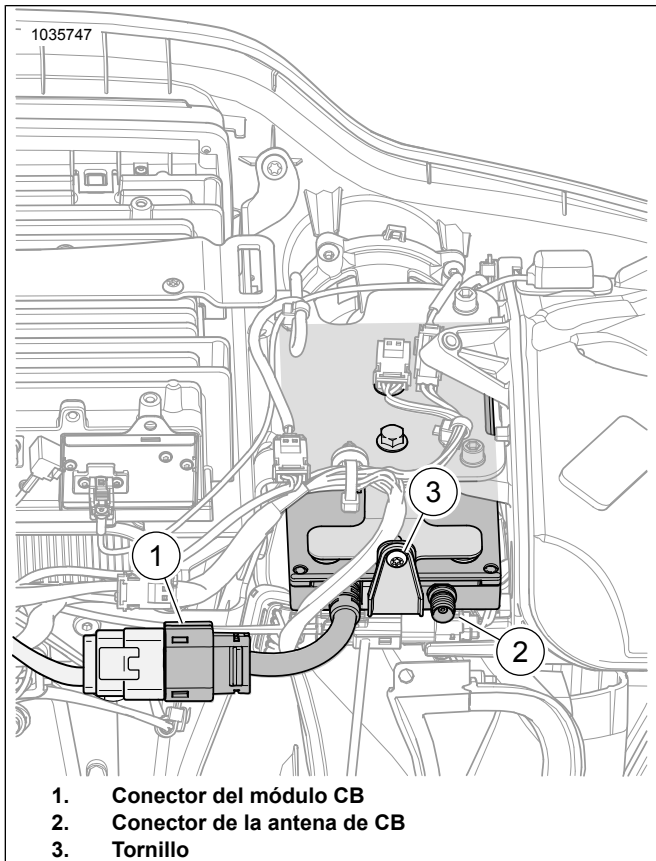

Figura 5. Conectores del arnés del fuselaje interior
6. Ver Figura 5 . Enchufe el conector hembra de 12 patillas al CB [184] (1).